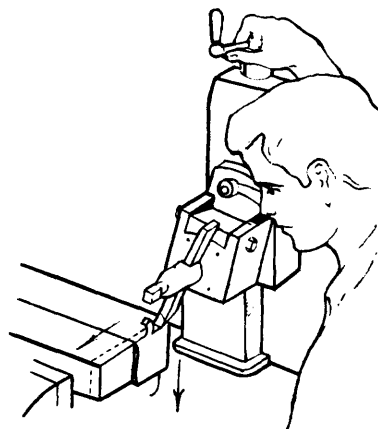

Fig. 5
- d Cepille con avance manual del carro (fig. 5).